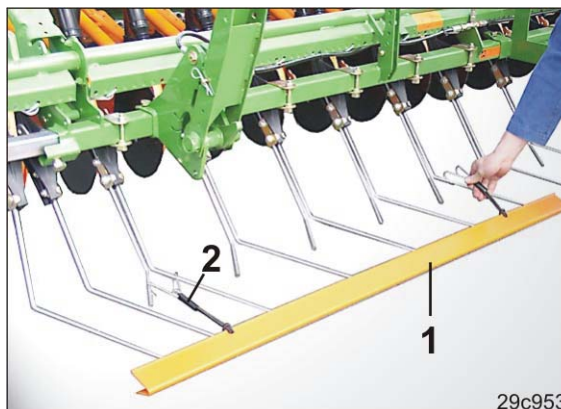

Рис. 190
1. Наденьте двухсекционную транспортную защитную накладку (Рис. 190/1) на кончики зубьев выравнивателя типа «Exakt».
2. Закрепите транспортную защитную накладку на выравнивателе пружинными держателями (Рис. 190/2).